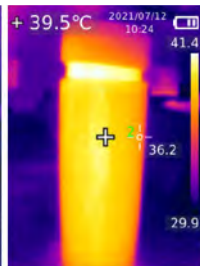

Fig. 11
- Appuyez sur     pour déplacer le point de température vers la zone désirée (Fig. 11).